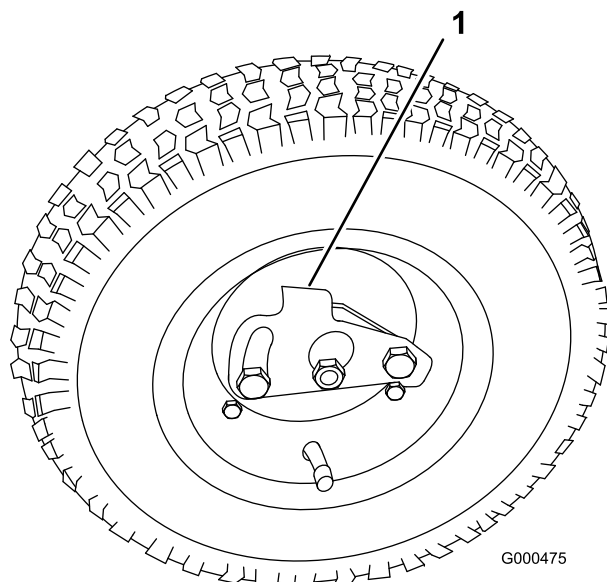

Рисунок 20
2. Отожмите стопор к центру колеса и наденьте колесо на шестигранный вал (Рисунок 20).